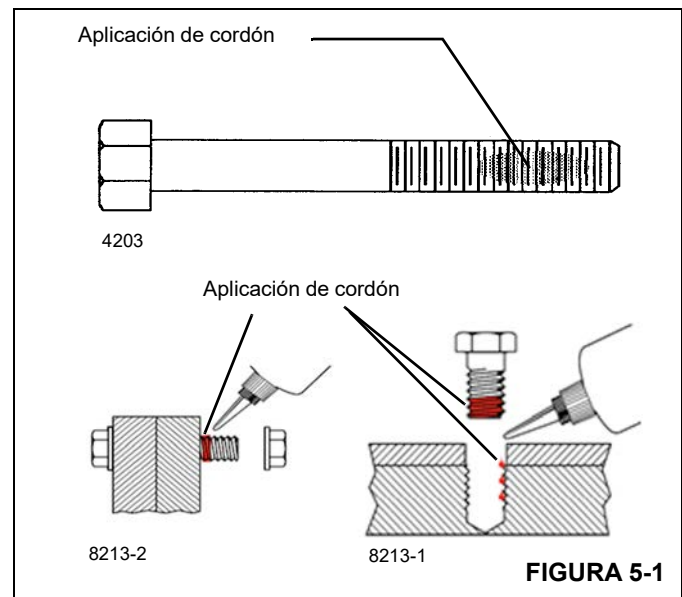

FIGURA 5-1
1. Aplique un cordón en sentido perpendicular a las roscas, de un ancho equivalente al de varias roscas, en la zona aproximada de engrane de las roscas (vea la Figura 5-1).
3. Después de haber aplicado la pasta y haber engranado las roscas adosadas, la fijación se producirá en menos de cinco (5) minutos. Para adquirir la resistencia máxima de fijación se requieren 24 horas.